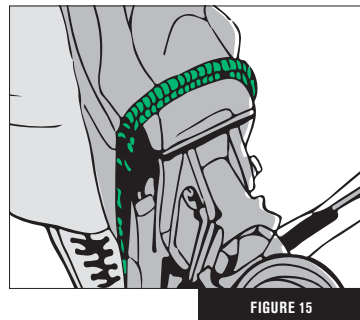

FIGURE 15
- Coloque el centro del cable de amartillado en la ranura de la cuerda. (Fig. 15)